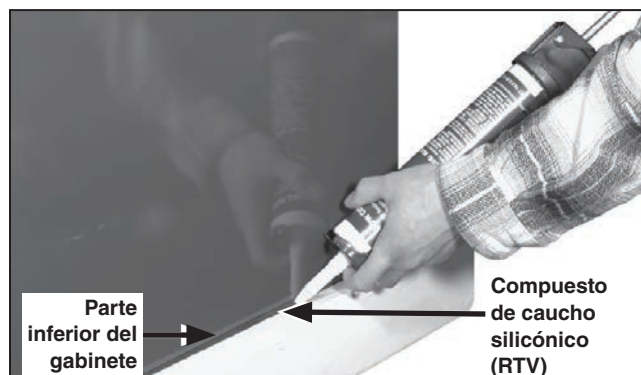

Figura 46. Calafatee alrededor de la parte inferior del gabinete.
- PASO 1.** Para terminar la instalación, calafatee alrededor de la parte inferior de gabinete; se recomienda un compuesto impermeable de caucho silicónico que vulcanice a temperatura ambiente (RTV). Ver Figura 46.